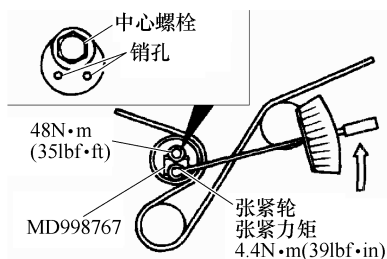

图 4-26 紧固张紧轮
6) 松开张紧轮的中心螺栓。使用专用工具 MD998767 和扭力扳手, 按图 4-26 所示施加标准力矩到正时带上。然后拧紧中心螺栓到规定力矩。